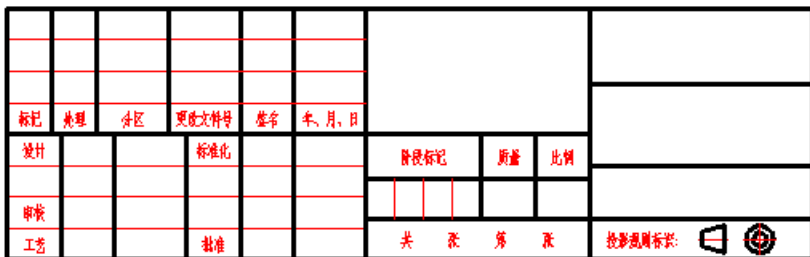

图 6-49 图形中的块实例
(14) 在这里，直接在“编辑属性”对话框中单击“确定”按钮。完成该标题栏图形块的定义，图形中的块实例如图 6-49 所示。